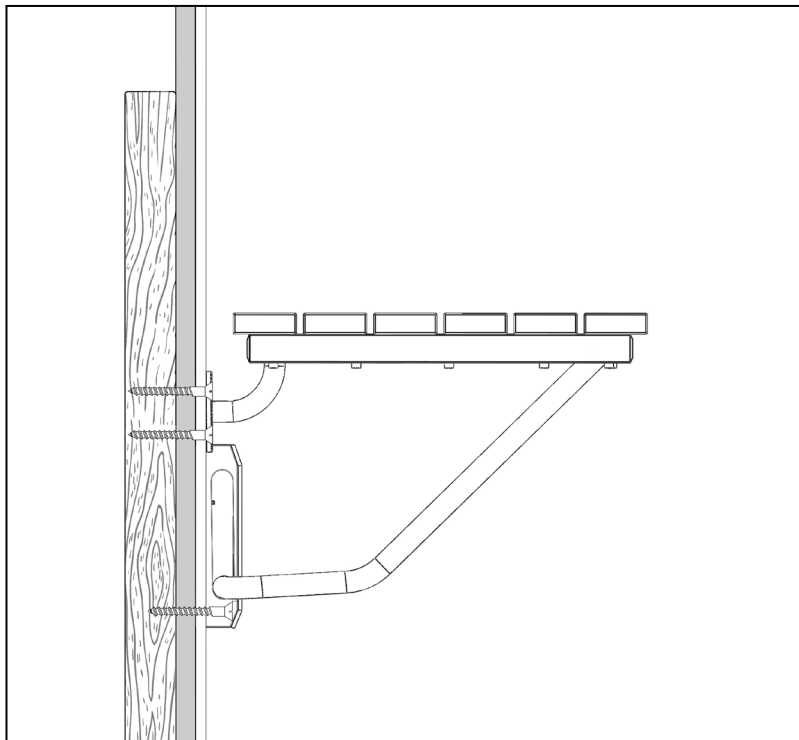

Figure 3
4. Ajustez au mur la position de la **Fixation du Guide (N° 05)** pour l'aligner avec les trous. Vissez au mur la **Fixation du Guide (N° 05)** avec les **4 Vis ST5x70mm (N° 06)**. Serrez à fond toutes les vis et testez le fonctionnement du siège. Le siège peut maintenant être utilisé. (Consultez Fig. 3)